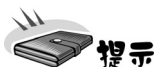

图 3-147 镜像操作
- **镜像：**是指沿着某个平面镜像产生原始特征的副本。镜像特征一般多用来生成对称的零部件，如图 3-147 所示，单击“特征”工具栏中的“镜像”按钮, 分别选中镜像特征和镜像面，即可执行镜像操作。